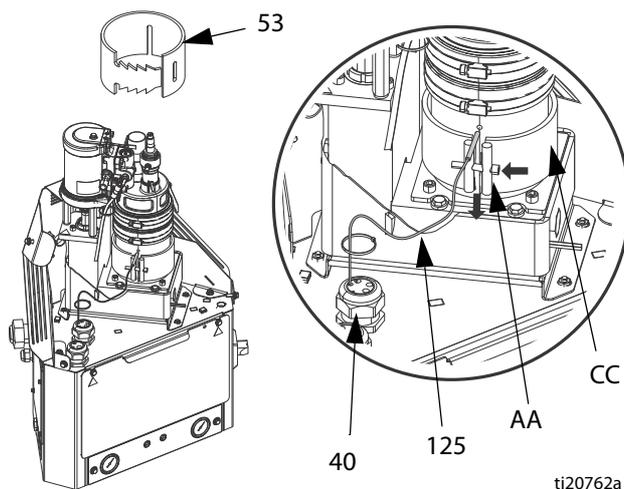

Рис. 34
Разборка (см. Рис. 34).
4. Отсоедините трубку (36) для воздуха от клапана снятия давления. Вытяните трубку для воздуха из металлического кожуха (27).
5. Снимите гайки (3) и металлический кожух (27).
6. Снимите тканевый изолятор (53) расплавителя.
7. Ослабьте винт (AA) и снимите датчик (125).
8. Снимите дверцу (10) доступа к электрическому блоку.
9. Отключите кабель датчика температуры от разъема MZLP J5. См. Рис. 34.
Сборка (см. Рис. 34).